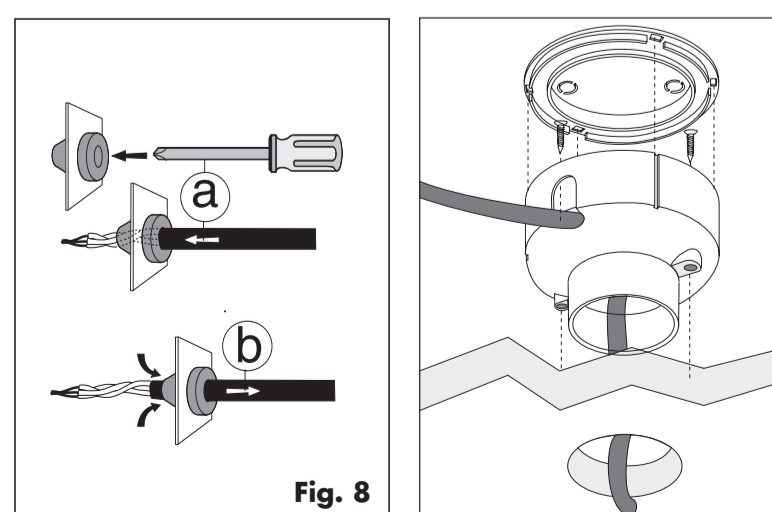

Fig. 8
13. Percer la membrane avec le câble ou avec un tournevis et pousser le câble ou le tuyau dans le trou (a). Tirer légèrement en arrière le câble et le tuyau pour le fixer (b) (fig. 8).
13. Löchern die Membrane mit dem Kabel oder mit einem Schraubenzieher durch und drücken den Kabel oder den Rohr ins Loch (a). Ziehen leicht zurück den Kabel und den Rohr um ihn festzumachen (b) (fig. 8).
13. Perforar la membrana con el cable o con un destornillador y empujar el cable o el tubo en el agujero (a). Tirar levemente de la parte posterior el cable y el tubo para fijarlo (b) (fig. 8).
9. Forare la membrana con il cavo o con un cacciavite e spingere il cavo o il tubo nel foro (a). Tirare leggermente indietro il cavo e il tubo per fissarlo (b) (fig. 8).
9. Drill the membrane with the cable or with a screwdriver and push the cable or the tube in the hole (a). Pull slightly back the cable and the tube to fix it (b) (fig. 8).
9. Löchern die Membrane mit dem Kabel oder mit einem Schraubenzieher durch und drücken den Kabel oder den Rohr ins Loch (a). Ziehen leicht zurück den Kabel und den Rohr um ihn festzumachen (b) (fig. 8).
9. Perforar la membrana con el cable o con un destornillador y empujar el cable o el tubo en el agujero (a). Tirar levemente de la parte posterior el cable y el tubo para fijarlo (b) (fig. 8).
9. Percer la membrane avec le câble ou avec un tournevis et pousser le câble ou le tuyau dans le trou (a). Tirer légèrement en arrière le câble et le tuyau pour le fixer (b) (fig. 8).